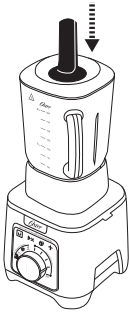

Fig. 7
1. Con la licuadora a baja velocidad, inserte el apisonador a través de la abertura de la tapa. Tenga cuidado de no tocar las cuchillas. (Fig. 7)